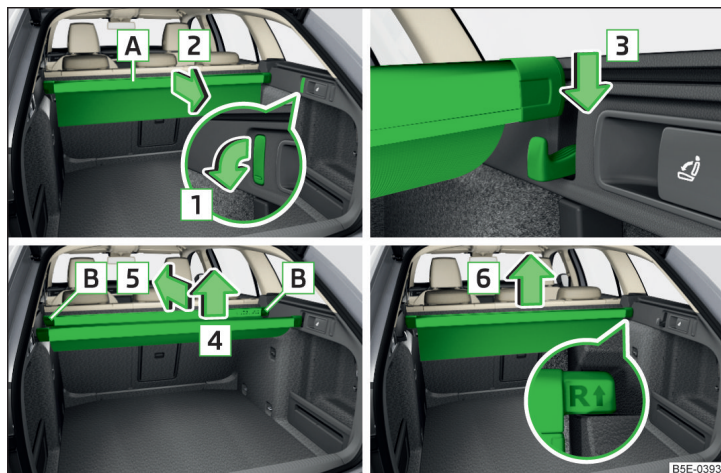

Fig. 116 Geanta multifuncțională: extragerea/introducerea/împingerea/îndepărtarea
- Rabatați în jos cârligele frontale de pe ambele laterale ale portbagajului, în sensul săgeții » fig. 116.
- Scoateți bagheta din spate de pe cârlige, în sensul săgeții și introduceți-o în buzunar în sensul săgeții » fig. 116.
- Scoateți buzunarul din punctele de fixare, în sensul săgeții » fig. 116.